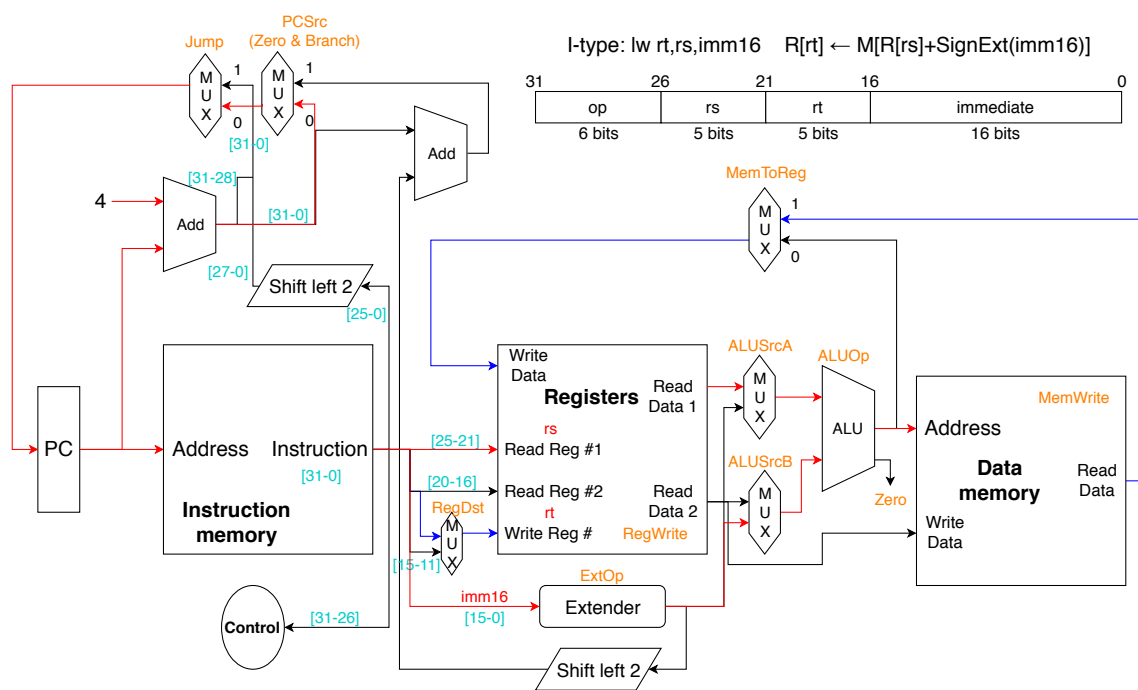

图 7: lw通路
2. lw为I类型。见图7，执行阶段从指令中读入rs、rt寄存器的地址，rt作为写入寄存器(RegDst=0)，对偏移量(imm)进行符号扩展，与rs寄存器的内容相加得到内存地址，将内存的内容写